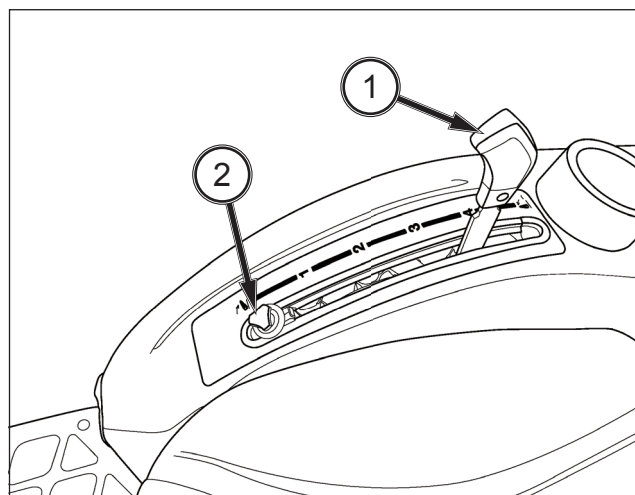

ABB. 63
ABB. 63: Der Positionswahlhebel für den Dreipunktheber (1) hält die Höhe des Hubwerks im Verhältnis zum Traktor konstant. Bewegen Sie den Lageregelungshebel (1) nach hinten, um das Hubwerk (und das Anbaugerät) anzuheben. Wird der Lageregelungshebel nach vorn bewegt, wird das Hubwerk auf die ausgewählte Höhe abgesenkt. Jede Hebeleinstellung bewirkt eine bestimmte Position von Hubwerk und Anbaugerät.